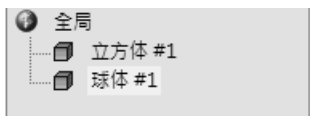

图 2-95 智能删除合并对象
5) 如果想要分离两个对象, 此时需要使用“智能删除”(按〈Delete〉键或单击“智能删除”图标)，如图 2-95 所示，将“合并#1”这个对象删除，即可恢复为原始的两个对象“立方体#1”和“球体#1”。